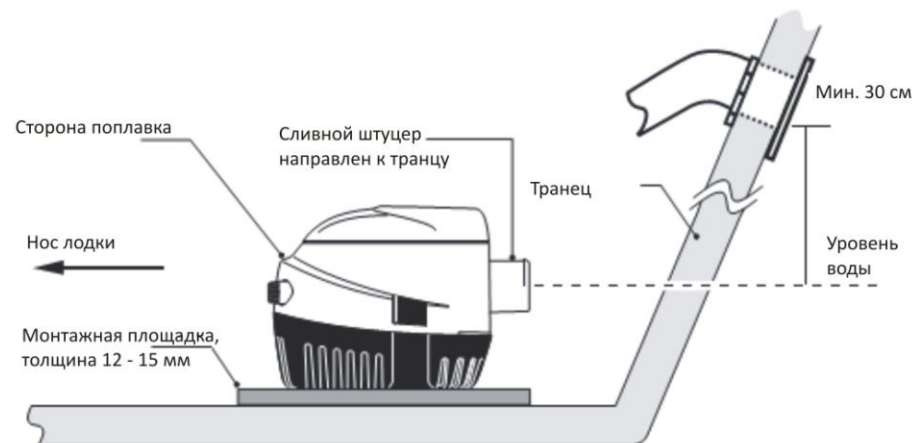

Рис.1
1. Убедитесь, что шланг от помпы поднимается вверх (Рис. 1).